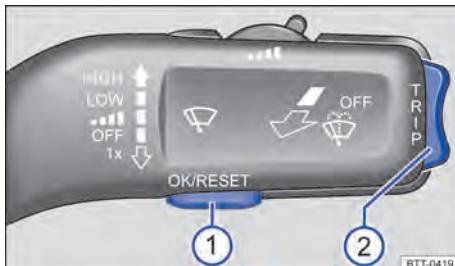

Fig. 13 Veículos sem volante multifunções: botão ① na alavanca dos limpadores do para-brisa para confirmar itens de menu e chave ② para trocar os menus.
Em veículos com volante multifunções ⇒ Fig. 14, os botões da alavanca dos limpadores do para-brisa não existem ⇒ Fig. 13. Assim, o sistema de informações Volkswagen é comandado exclusivamente por meio dos botões do volante multifunções.
- Caso uma mensagem ou o pictograma de veículo sejam exibidos, pressionar o botão ⇒ Fig. 13 ① da alavanca dos limpadores do para-brisa ou o botão ② do volante multifunções ⇒ Fig. 14.
- No comando com a alavanca dos limpadores do para-brisa: para listar o menu principal ⇒ Página 26 ou para retornar de outro menu para o menu principal, manter a chave ⇒ Fig. 13 ② pressionada.
- Pressionar o botão ⇒ Fig. 13 ② da alavanca dos limpadores do para-brisa para cima ou para baixo ou pressionar os botões de seta ① ou ② do volante multifunções até que o item de menu desejado esteja selecionado.
- O item de menu selecionado se encontra entre as duas linhas perpendiculares. Adicionalmente, um triângulo se encontra à direita ④.
- Selecionar ou confirmar a seleção com o botão **Fig. 13 ①** da alavanca dos limpadores do para-brisa ou com o botão **OK** do volante multifunções **Fig. 14**.
- No comando com a alavanca dos limpadores do para-brisa: manter a chave **Fig. 13 ②** pressionada.
- Veículos sem volante multifunções:* pressionar a chave **TRIP** na alavanca dos limpadores do para-brisa **Fig. 13**.
Com a ignição ligada e a memória 1 ou 2 exibida, pressionar o botão **OK/RESET**  **Fig. 13** da alavanca dos limpadores do para-brisa ou o botão **OK**  **Fig. 14** do volante multifunções para alternar entre as duas memórias.